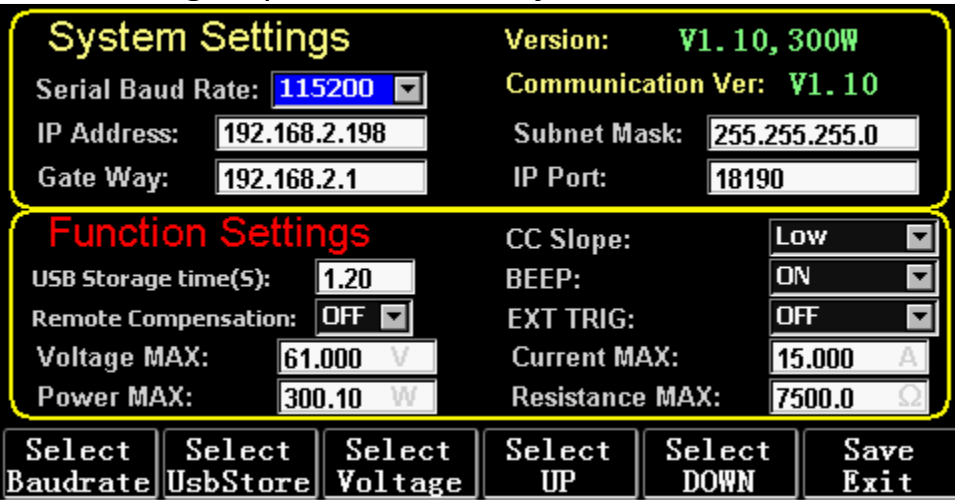

Fig. 10.1 Parameterinnstilling
1) Trykk F6 (Config), bruk Tab for å flytte fokus til USB Store (Fig. 10.1 Parameterinnstilling).